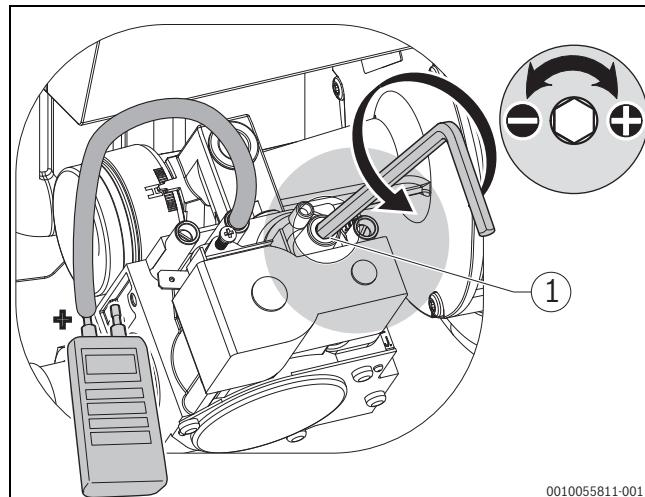

Bild 42 Einstellung Teillast
- Gas-Luft-Verhältnis an der Einstellschraube einstellen (→ Bild 42).